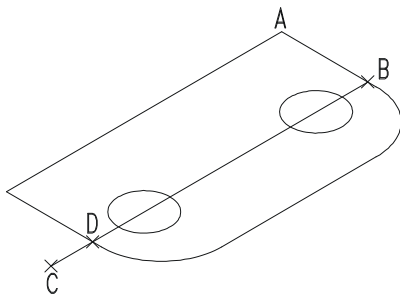

图 11-1-4
STEP 03 在平面图中的圆转换到等轴视图中就变成了相应的椭圆,因此要在等轴测视图中画圆,实际上是画椭圆。效果如图 11-1-4 所示,具体操作如下:
// 输入等轴测圆的直径,如图 11-1-4 所示
// 输入等轴测圆的直径,效果如图 11-1-4 所示